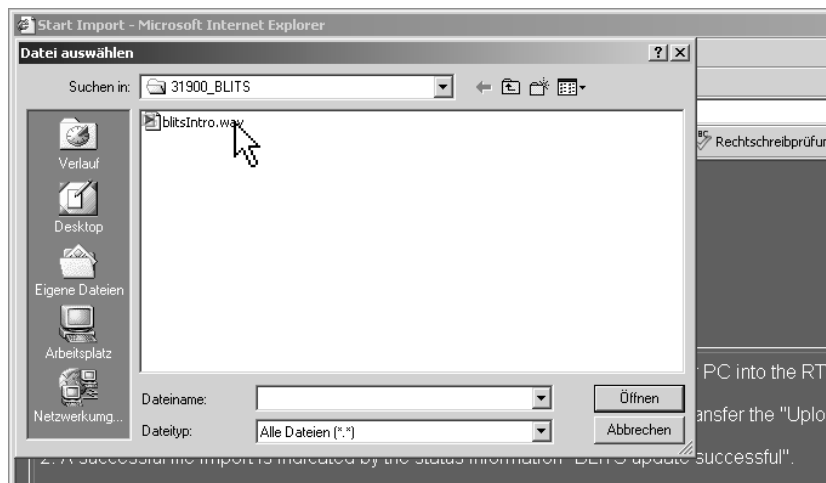

Bild 8-29: Dialog zum Auswählen der Intro-Datei (z. B. „blitsIntro.wav“)
4. Wählen Sie über den jetzt angezeigten Dialog das Verzeichnis (z. B.: „C:\31900_BLITS“) aus, in dem Sie die Intro-Datei, z. B. „blitsIntro.wav“ abgelegt haben. Klicken Sie Ihre Datei an und klicken Sie anschließend auf „Öffnen“ (siehe Bild 8-29).